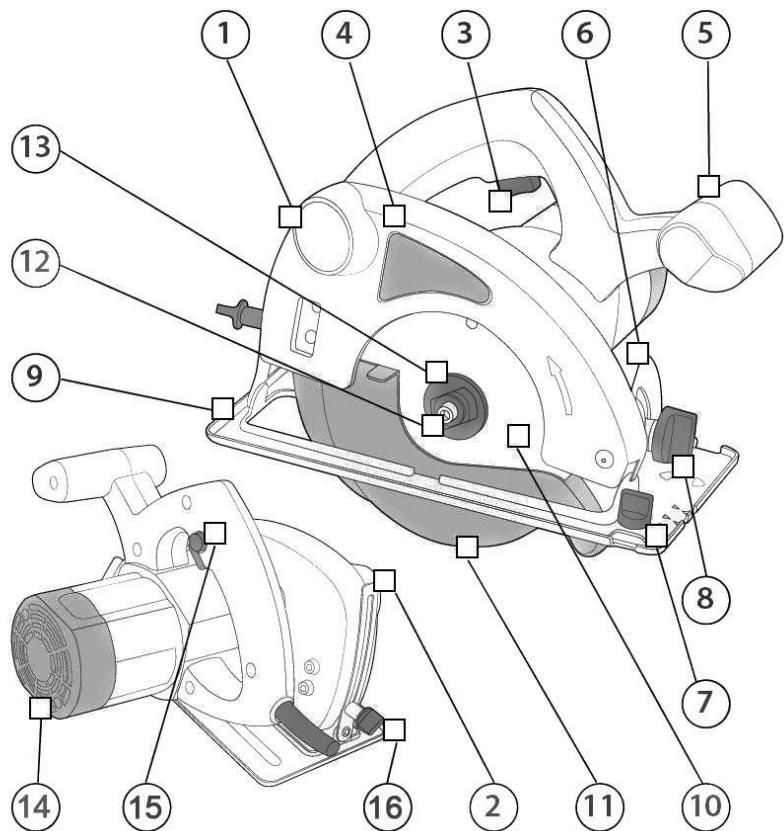
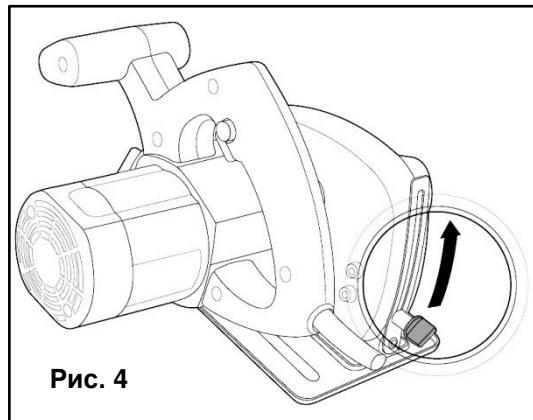

Рис. 1
Рис. 4
- Нажмите и удерживайте кнопку блокировки (15) (См. Рис. 1), затем нажмите выключатель (3).
- Отпустите выключатель (3).
- Ослабить зажимной винт линейки глубины резания (17).
- Установить желаемую глубину резания, согласно показаниям шкалы линейки глубины резания (2).
- Затянуть зажимной винт линейки глубины резания (17) (См. Рис. 4).
- Во время работы подключайте пылесос к патрубку выброса опилок (1) (См. Рис.1) для удаления опилок.